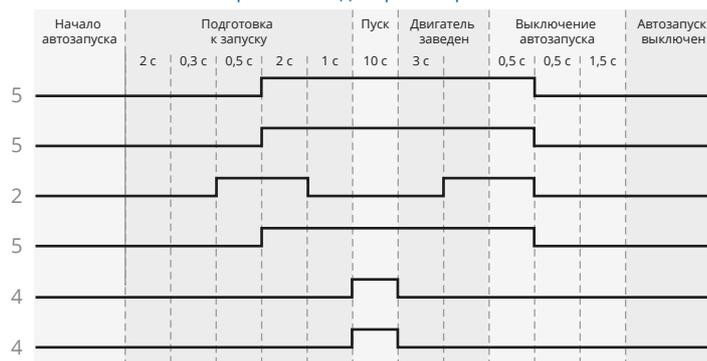

Рис.4 Схема подключения №27
**i** Выводы разъема X2 (6-pin) работают по определенной логике (см. рис. 4).